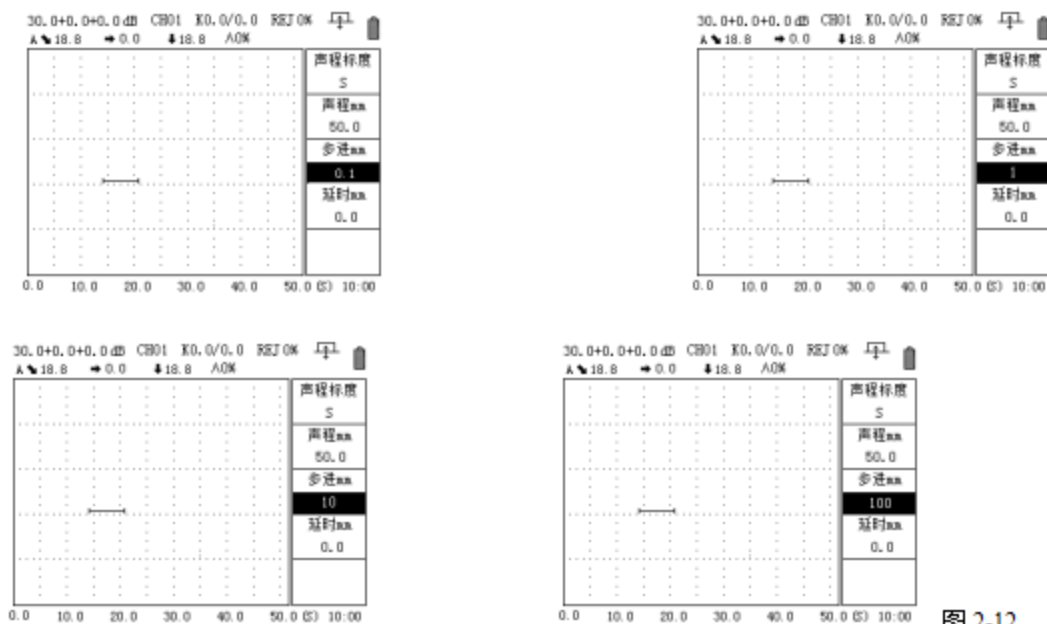

图 2-12
0.1 表示当前以 0.1mm 步进值调节声程范围值,1 表示当前以 1mm 步进值调节声程范围值,10 表示当前以 10mm 步进值调节声程范围值,同理,100 表示当前以 100mm 步进值调节声程范围值。如图 2-12 所示